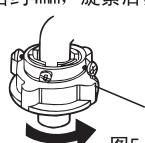

图 5
- 按图示要求旋紧紧固螺母，如图5。
如果水龙头靠墙，可以将靠墙一面的螺钉事先旋到大致合适的位置，再将进水管接头套到水龙头上，用螺丝刀将其余三个螺钉拧紧，确认紧固可靠后，按上图5、6旋紧紧固螺母。